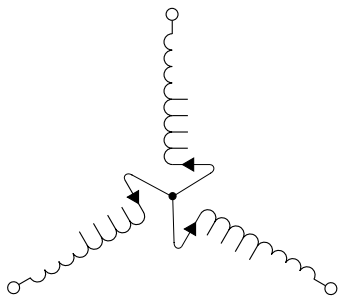

Рис. 26. Три фазы, «звезда» с нейтральной точкой (N)
- трехфазного подключения по схеме «звезда» с нейтральной точкой (см. рис. 26);